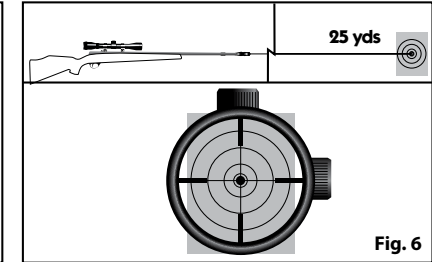

Fig. 6
5. Ajuste de la mira. Haga que se vea el láser en un blanco a 25 yardas de distancia. Ajuste la mira o los selectores de compensación de viento y elevación de la mira hasta que el punto láser coincida con el centro de la retícula o mira. Si está ajustando la mira a una distancia más corta (es decir, a 10 yardas), ajuste la retícula aproximadamente 2 pulgadas por encima del punto láser rojo (Fig. 6).